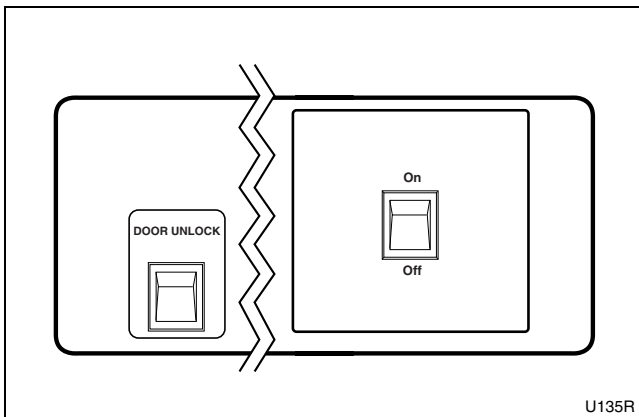

Figura 17
**Para modelos sin monedas:** Pulse y mantenga pulsado el botón DOOR UNLOCK (Abrir puerta) del lado izquierdo del tablero de control mientras realiza el paso anterior. Consulte la *Figura 17*.